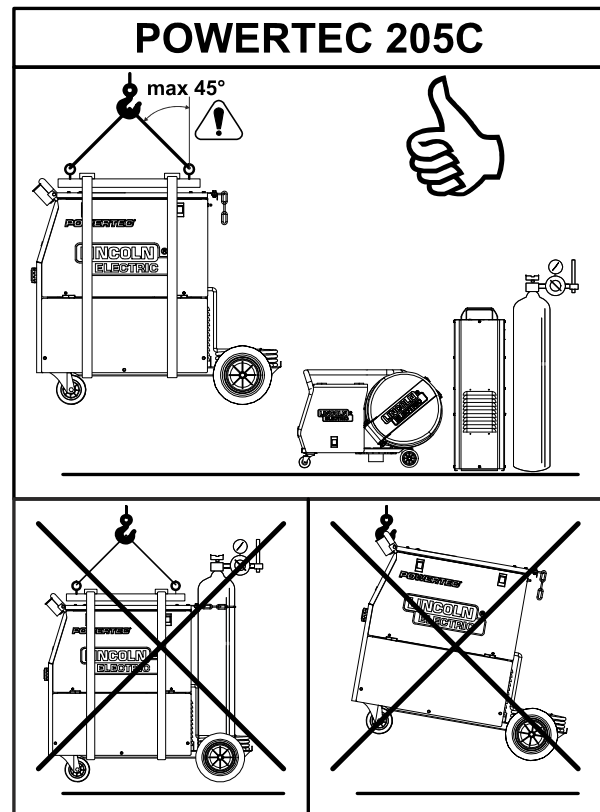

Figure 20
Pour le transport et le levage en toute sécurité de l'appareil POWERTEC® 205C (voir la Figure 20) :
- Utiliser un équipement de capacité appropriée pour lever et soutenir l'appareil. Utiliser une traverse et au moins deux sangles, comme indiqué à la Figure 20.
- Appliquer la charge axialement selon un angle de 45 degrés, conformément à la Figure 20.